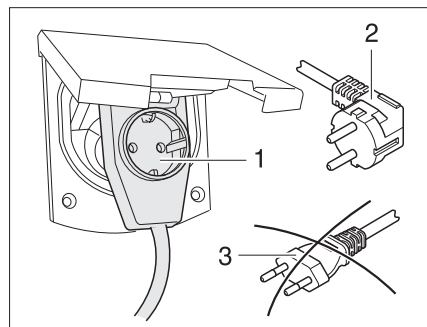

Bild 93 Anslutning till en vinkelkontakt med uttag
- Om en CEE 17 vinkelkoppling med uttag på baksidan (Bild 93,1) används, ska endast en gummerad och förseglad IP 44-kontakt med jordad kontakt (Bild 93,2) användas. Använd inte någon kontakt utan jordad kontakt (Bild 93,3). Risk för strömstöt!